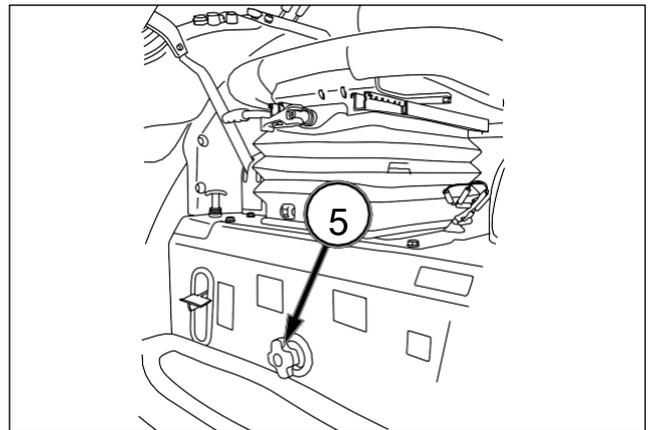

FIG. 116
FIG. 116: La rueda (5) ajusta la velocidad de bajada del enganche de tres puntos y del equipo. Gire la rueda en el sentido de las agujas del reloj para reducir la velocidad de bajada, y en el sentido contrario a las agujas del reloj para aumentarla (el equipo baja rápidamente). Al girar la rueda totalmente en el sentido de las agujas del reloj, el equipo se bloquea en su posición actual.